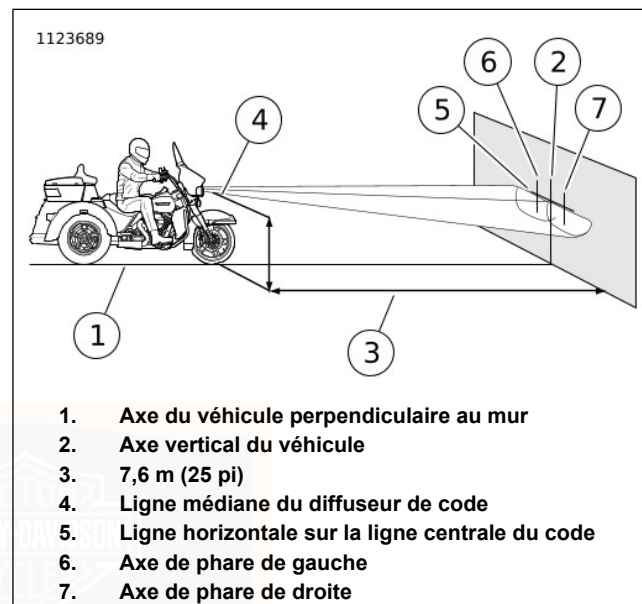

Figure 94. Alignement du phare : Modèle double à DÉL
Voir Figure 94. Garer la moto selon une ligne perpendiculaire (1) au mur.